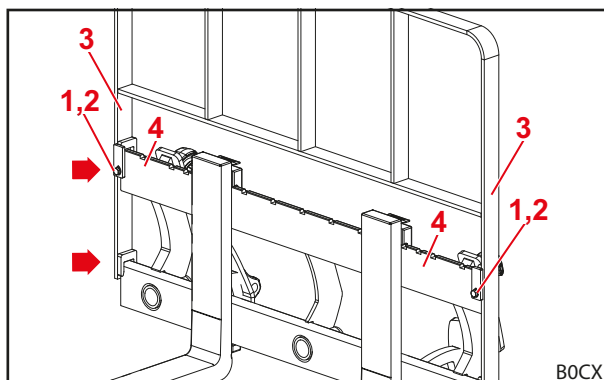

Fig. 44 Sikringsgitter montert på pallegaffel
- (4) Skyv sikringsgitter ovenfra på rammen til redskapet.
**i** Pass på at sikringsgitteret sitter på rammen oppe og nede (se piler i Fig. 44).
- (5) Monter sikringsgitter på høyre og venstre side på rammen med respektivt 1 sekskantskrue M10x40 og 1 låsering.